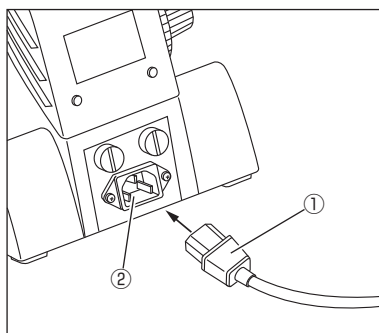

図10
2. プラグ①を顕微鏡側のジャック②に差し込み、ちゃんと接続できているか確認します。(図10)